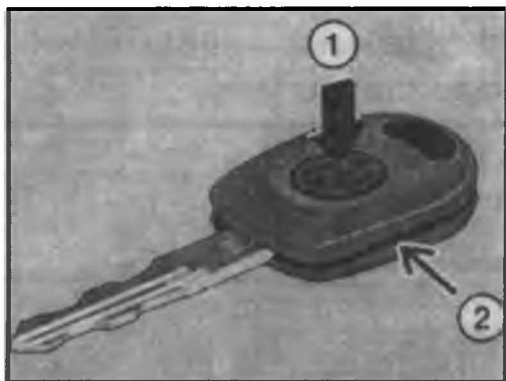

Рис. 1.1 Универсальный ключ
В ключ может быть встроенная лампочка. Надавив на середину головки ключа (по стрелке рис. 1.1), Вы включаете подсветку.
- ◆ Вставьте монету в паз на боковой поверхности головки ключа (по стрелке 2 рис. 1.1) и отсоедините верхнюю часть головки.